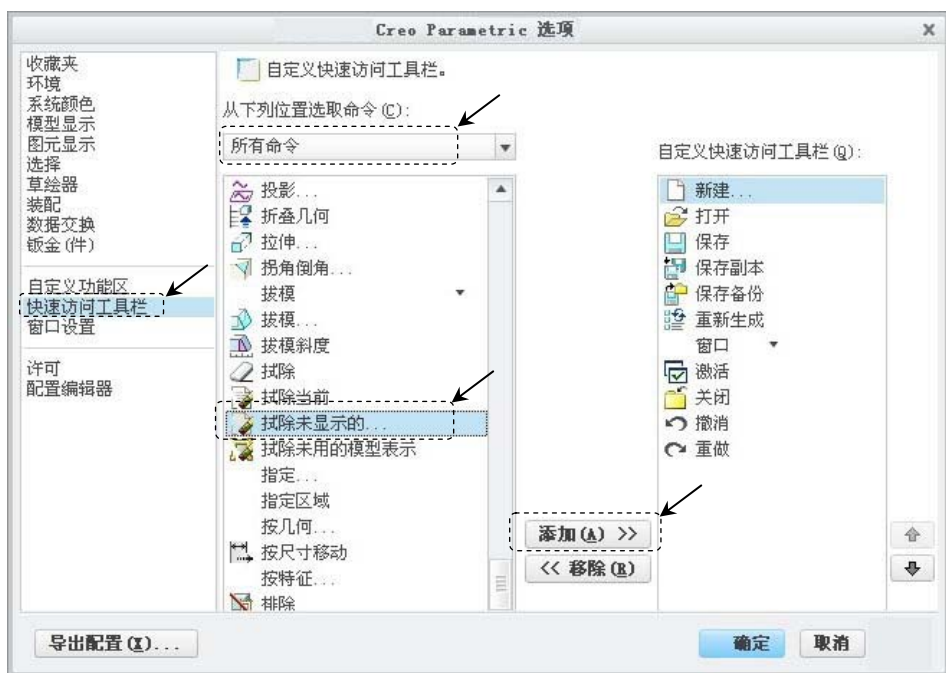

图 3.5.15 “快速访问工具栏”设置界面
Step3. 快速访问工具栏设置。在“Creo Parametric 选项”对话框中单击快速访问工具栏区域，即可进入快速访问工具栏设置界面，如图 3.5.15 所示。在此界面中可以定制快速访问工具栏中的按钮，具体操作方法如下：